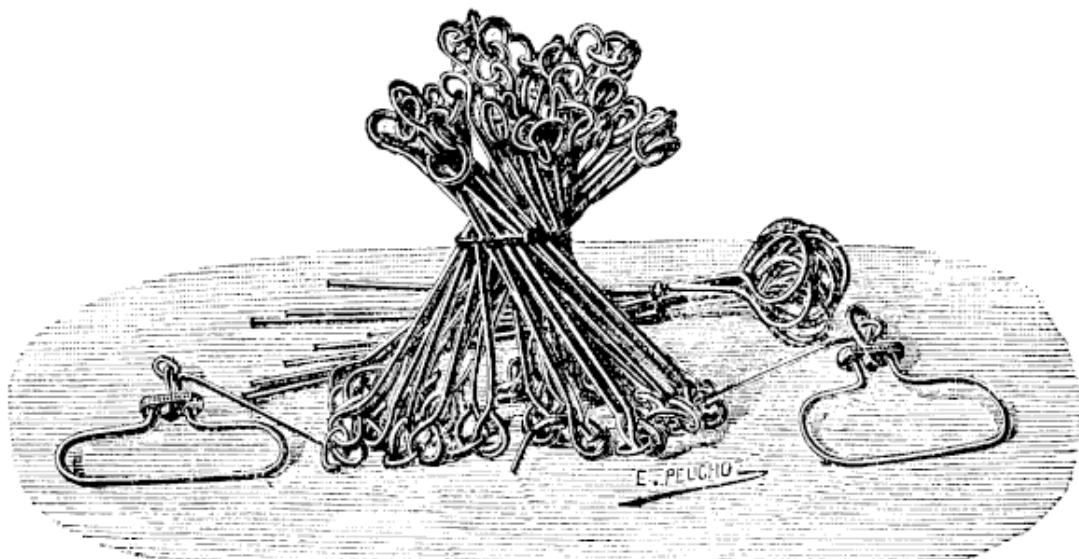

Fig. 1
1. Chaîne d'arpenteur en fer, de 10 mètres, divisée en chainons de 0 ^m 20 (fig. 1) avec fiches à pointes.....	4 25